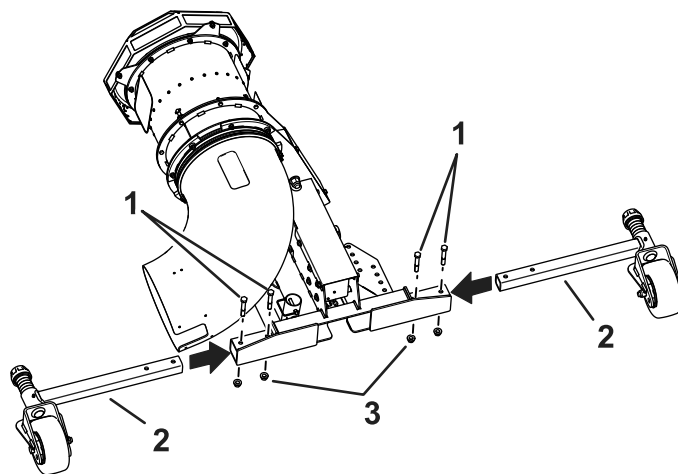

図 4
5. マシンにキャスタホイールを取り付けるボルト  $\frac{1}{2} \times 3\frac{1}{2}$ " 4本とフランジロックナット  $\frac{1}{2}$ " 4個を使用する 図 4を参照。